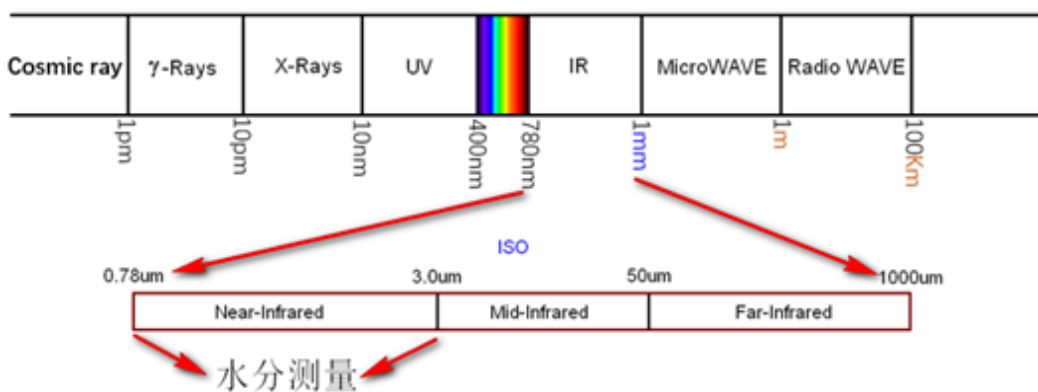

图2. 红外水分仪光谱选择
1) 红外光：一种介于红光和微波之间的电磁波。包含分子振动的多重信息。是分析分子振动的良好光谱范围。红外水分分析仪选取了近红外谱中的特定光谱(如图 2)进行水分分析。